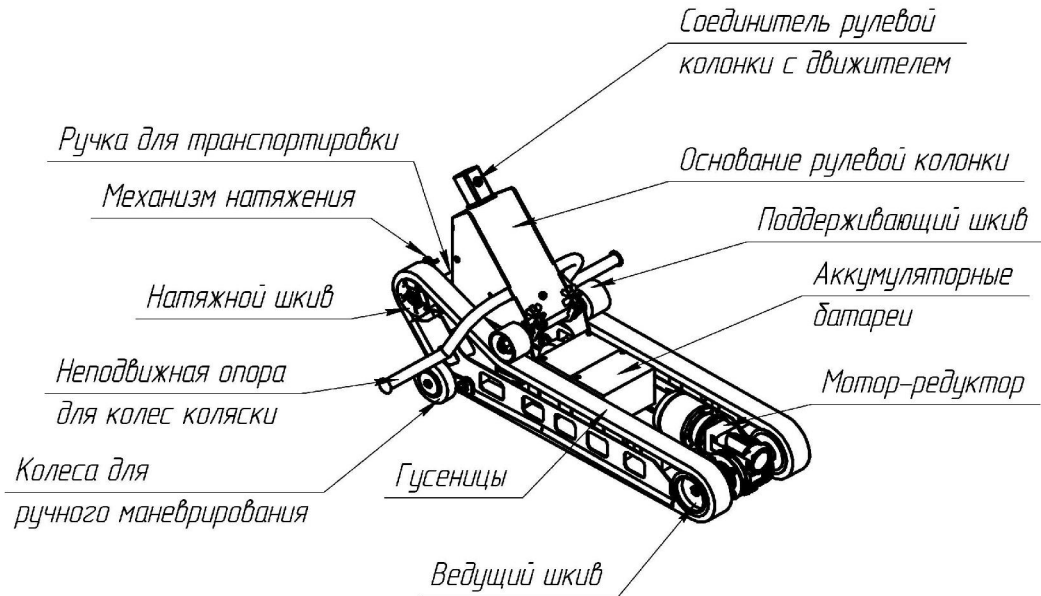

Рис.3. Подъёмный агрегат без защитного кожуха
- гусеничный подъемный агрегат с установленным блоком аккумуляторных батарей (Рис.3) и с основанием рулевой колонки	1 шт.
Корпус машины	Рис. 3, 3а
Рис.3а. Габаритные размеры подъёмного агрегата
Транспортировка подъемника в разобранном виде может осуществляться вручную на небольшие расстояния или посредством операции разгрузки/ выгрузки. Агрегат должен транспортироваться используя соответствующие ручки (Рис.3)
3.6.4.1. Подъемный агрегат (Рис.3) выполняет функцию перемещения кресла-коляски с человеком по ступеням лестничных маршей. Подъемный агрегат закрытого типа, внутри которого размещен рабочий механизм с электрическим приводом.
На подъемном агрегате находится основание рулевой колонки (Рис.3), на которое через соединитель закрепляется рулевая колонка (Рис.4).
В нижней части подъемно агрегата расположены по два колеса с каждой стороны, с помощью которых можно перемещать подъемник, от места установки на него кресла-коляски с человеком, до лестничного марша (Рис.3)
3.6.4.4. Блок аккумуляторов (Рис.3) выполняет функцию автономного обеспечения электропитанием систем управления и электродвигателя рабочего механизма. Установлен на раме агрегата под пластмассовым обтекателем (Рис.1).